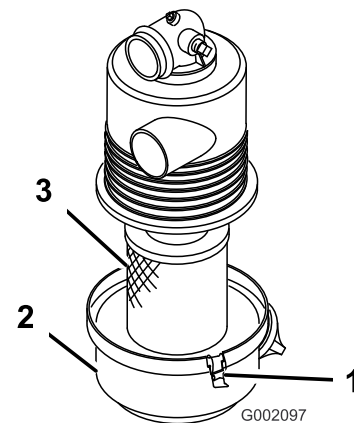

Figura 24
2. Compruebe el limpiador de aire por si presentara daños, ya que podrían causar una fuga de aire. Asegúrese de que la cubierta hace un buen sello alrededor de la carcasa del limpiador de aire (Figura 24).
3. Abra los enganches que sujetan la cubierta del filtro de aire a la carcasa del filtro de aire (Figura 24).
4. Separe la cubierta del filtro de aire de la carcasa del filtro de aire y limpie el interior de la cubierta (Figura 24).